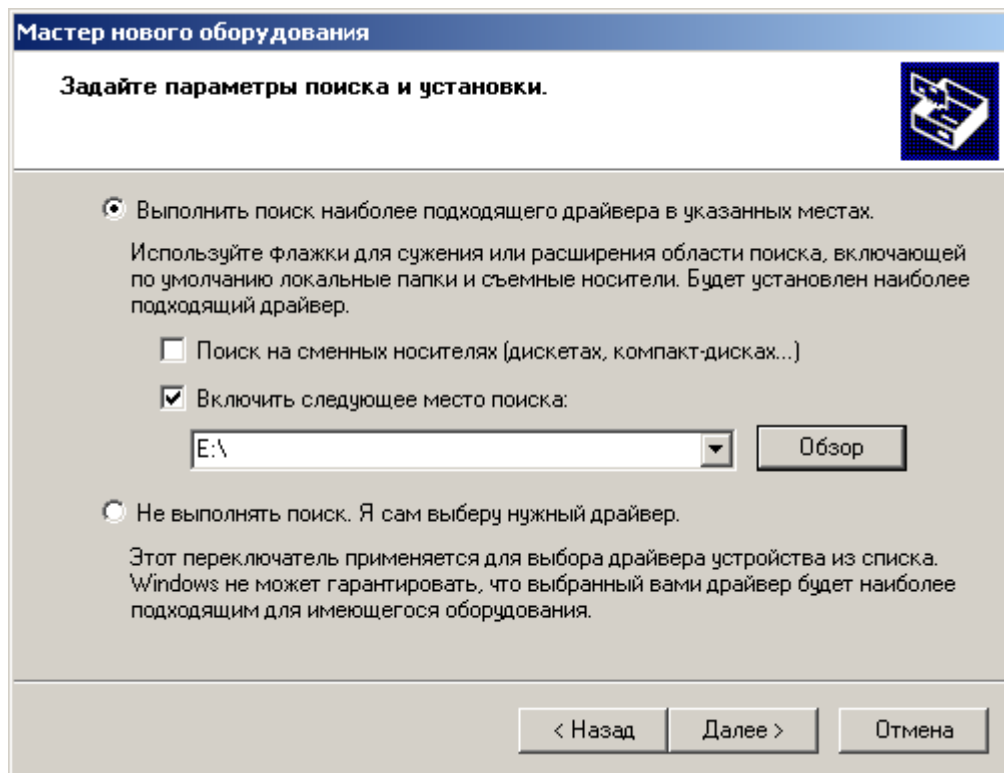

Рис. 3 - Третье окно «Мастер нового оборудования»
2.2.4.5 В следующем окне поставьте маркер в поле «Включить следующее место поиска» и с помощью кнопки «Обзор» укажите путь к флеш-диску (см. Рис. 3).